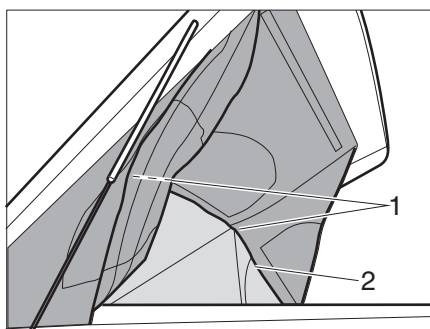

Figure 22 Fonction panoramique
- Ouvrir la fermeture éclair (Figure 22,2) tout autour du toit relevable.
- Fixer les parois latérales et la paroi frontale au toit relevable en haut à l'aide de fermetures Velcro (Figure 22,1).